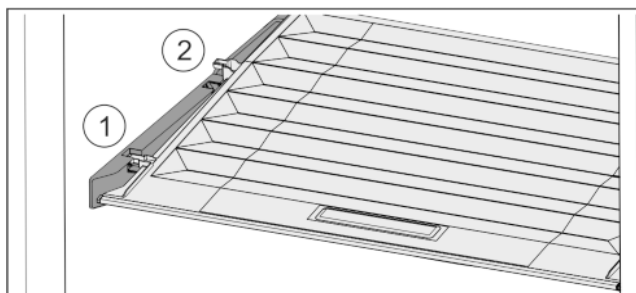

Fig. 35
- ▶ Pokrywę pociągnąć do przodu Fig. 35 (1), aż otworzy się w elementach trzymających.
- ▶ Podnieść tył od dołu i w wyjąć Fig. 35 (2) go do góry.